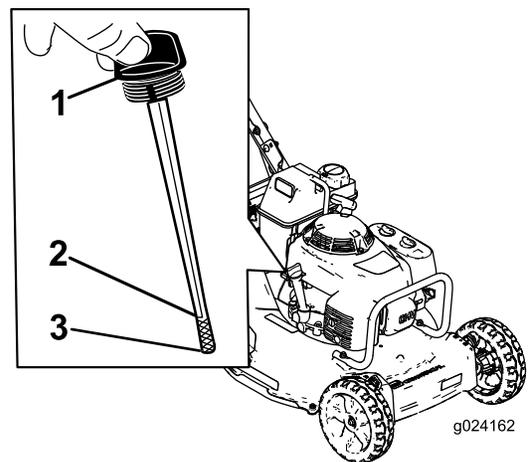

Bild 6
Stellen Sie vor jedem Einsatz sicher, dass der Ölstand zwischen den Markierungen Add (Nachfüllen) und Full (Voll) am Peilstab liegt (Bild 6).
- Reinigen Sie den Bereich um den Peilstab (Bild 6).